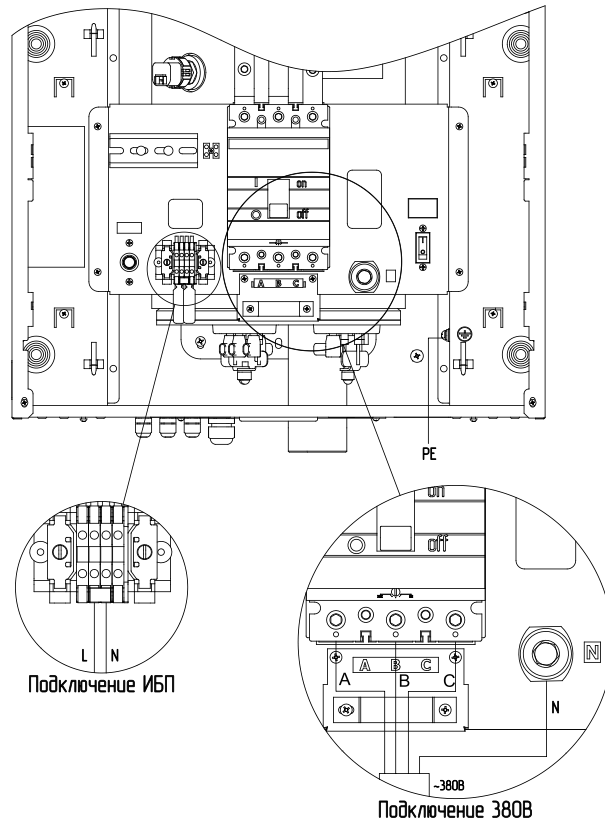

**Рис.7** Схема подключения электрического котла ZOTA SOLID-X 6-24 кВт
- извлечь перемычки (**рис.7, 8, 9 поз.1**);
- подключить провода фазы «L» к колодке (**рис.7, 8, 9 поз.2**);
- подключить провода нейтрали «N» к колодке (**рис.7, 8, 9 поз.3**).